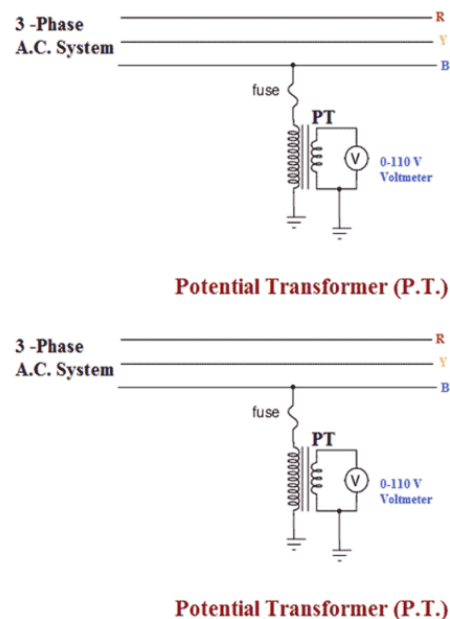

Figura 1: Diagrama de conexión de un transformador de Potencia. [7]
- **Devanados de fase partida:** En la Figura 1 se muestra el esquema de conexiones de un motor de fase partida normal. El estator posee dos embobinados, el principal y el auxiliar. Este último se energiza sólo durante el período de puesta en marcha: cuando el motor alcanza una velocidad de 75 a 80% de la de sincronismo, un interruptor centrífugo se abre desconectando el embobinado auxiliar. En la Figura 2 puede verse la característica típica de torque-velocidad de estos motores, funcionando con embobinado auxiliar y sin éste.